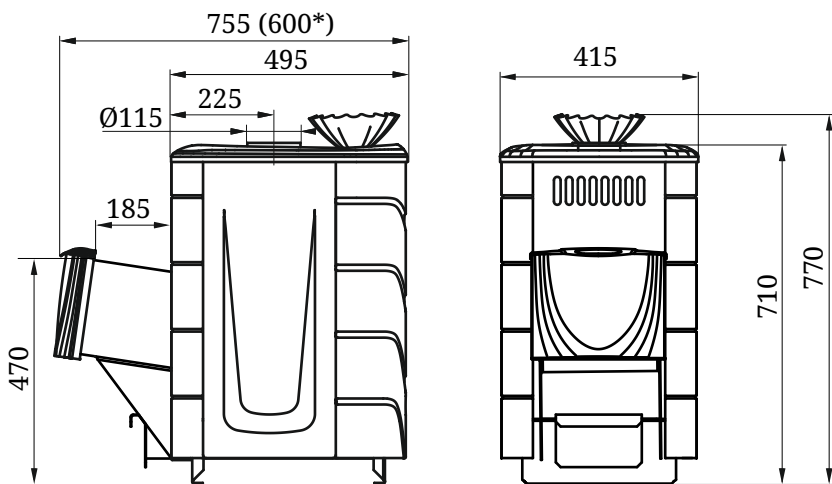

Рисунок 1. Габаритно-монтажные размеры печи «Гейзер Мини 2016»
** - печь со стандартным топливным каналом см. рисунок 1